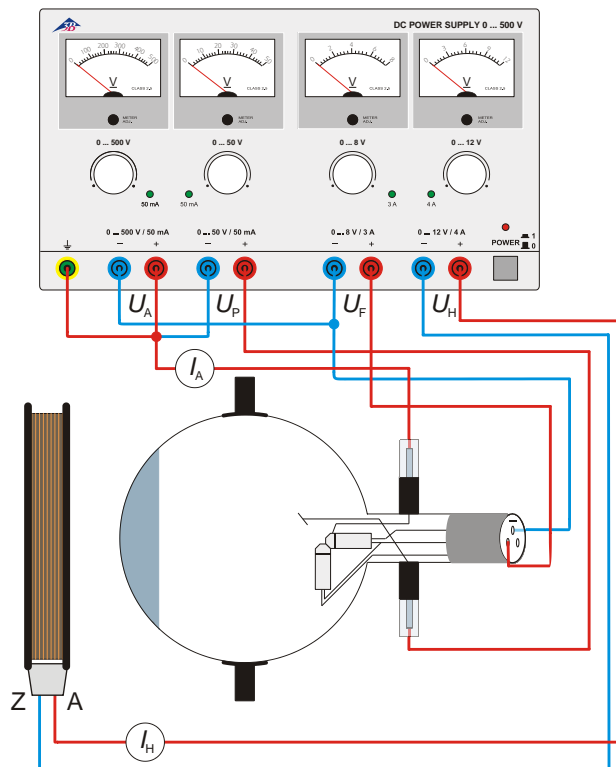

Fig. 6 Der Effekt eines axialen Magnetfelds
- Beschaltung der Röhre gemäß Fig. 6 vornehmen.